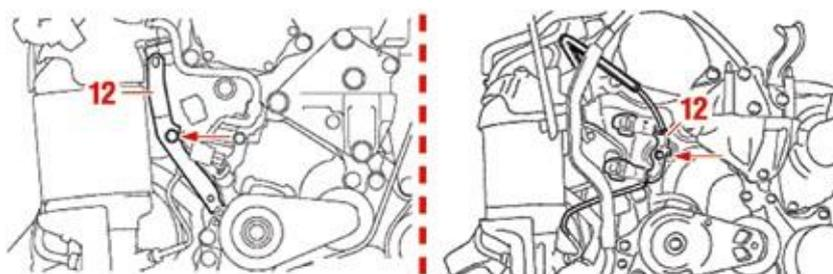

Fig. 40
- **Staccare i supporti (12) (Fig. 40).**